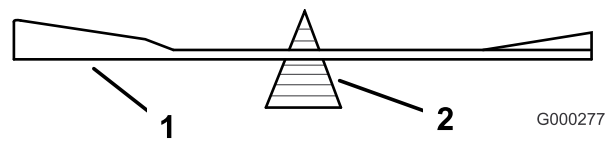

図 80
2. ブレード balancer を使ってバランスを調べる 図 80。